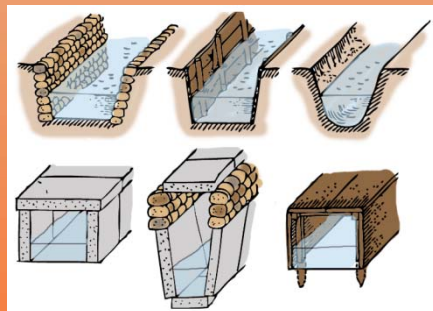

図2 平城京にみられる側溝、暗渠の構造
- ・平城京：**道路表面**には現在の**ような横断勾配**が付けられ、雨が側溝に流れるようになっていた。二条では、受け持つ**集水面積が考慮**され、道路の両側で側溝幅が異なるところが多い。構造は素掘りが大半を占めていたが、崩れやすい箇所については、石積みや板を杭で抑えた護岸とし、暗渠もあった。(図2)